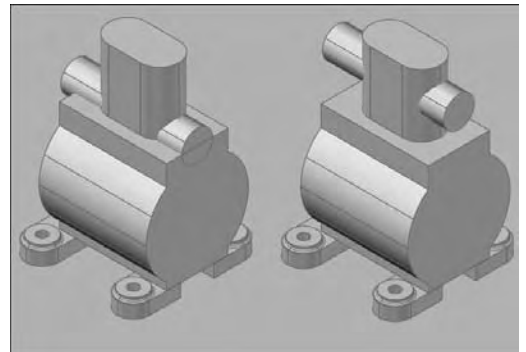

Fig.16.14
- 7 Déplacez le cylindre de 22 cm vers le haut (fig.16.14).